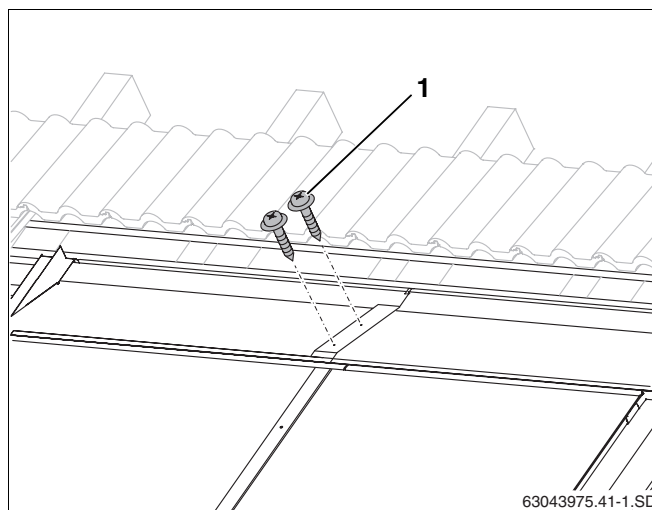

Fig. 58 Relier les tôles de recouvrement supérieures à l'aide de vis
- Fixer les chevauchements des tôles à l'aide de deux vis de ferblantier de 25 mm de long (fig. 58, **pos. 1**).